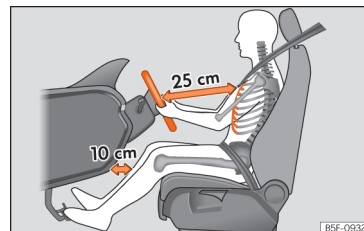

Abb. 7 Der richtige Abstand des Fahrers zum Lenkrad muss mindestens 25 cm (10 inch) betragen.
- Lenkrad so einstellen, dass der Abstand zwischen Lenkrad und Brustbein mindestens 25 cm (10 Zoll) beträgt »» **Abb. 7** und das Lenkrad mit beiden Händen und leicht gebeugten Armen seitlich am äußeren Rand festgehalten werden kann.
- Fahrersitz in Längsrichtung so einstellen, dass die Pedale mit leicht angewinkelten Beinen durchgetreten werden können und der Abstand zur Instrumententafel im Kniebereich mindestens 10 cm (4 Zoll) beträgt »» **Abb. 7.**